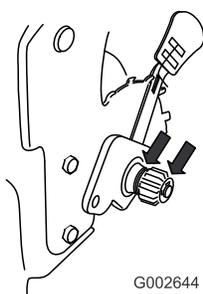

Figura 41
2. Applicare olio lubrificante sul lato interno ed esterno delle corone come mostrato in figura Figura 41.